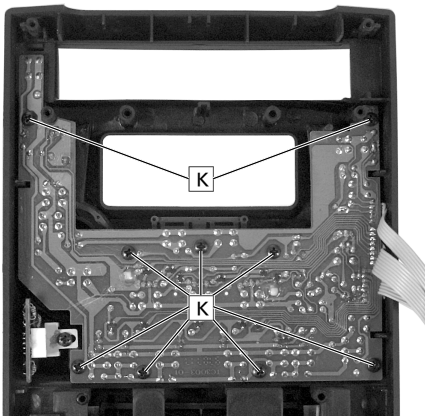

Fig. 34
- 9 Schrauben **K** herausschrauben und Front-PCB herausnehmen (Fig. 34).